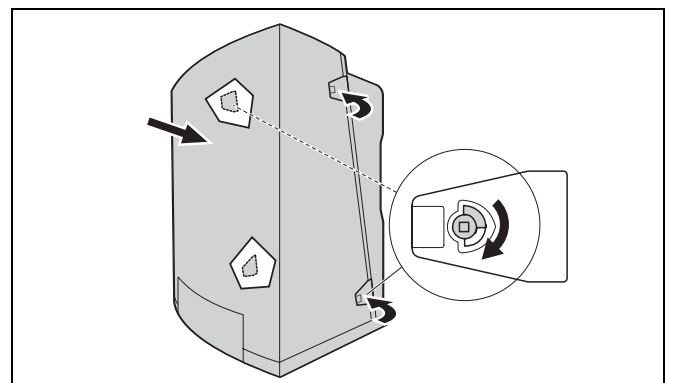

Fig. 27 Collocare il rivestimento
- Applicare il rivestimento e chiudere le chiusure a scatto (fig. 27). Non sollevare il rivestimento prendendolo dalle chiusure.